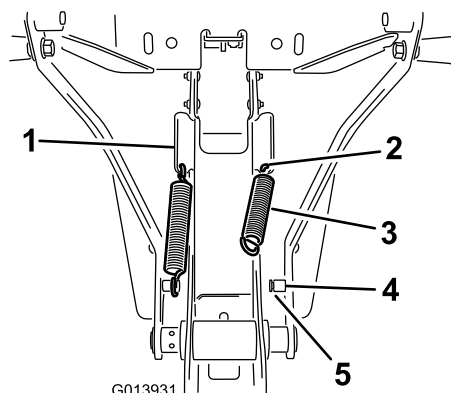

Figura 18
1. Montate la molla nel foro situato all'estremità inferiore della linguetta angolata sulla parte laterale del gruppo telaio (Figura 18).
2. Agganciate un'estremità della molla al foro e l'altra estremità al supporto della molla (Figura 18).
3. Accertate che l'estremità della molla sia posizionata correttamente nella scanalatura del supporto (Figura 18).